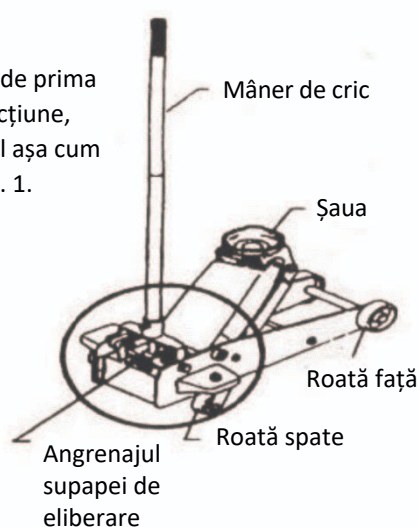

Fig. 1
**Notă:** Înainte de prima punere în funcțiune, lubrifiați cricul așa cum se arată în Fig. 1.